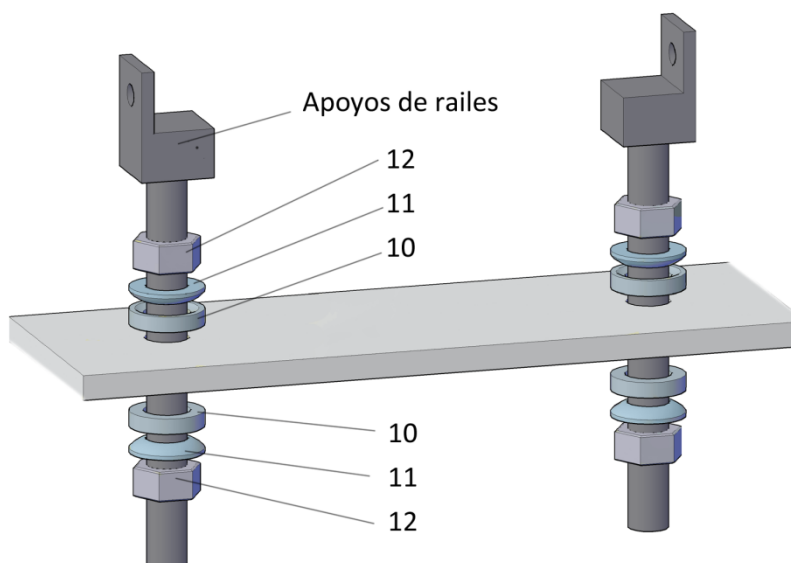

Figura 24. Instalación de las piezas de apoyo de la extensión de raíles.
El soporte es una base metálica soldada en una pieza con unos apoyos para la extensión de raíles que deben ser previamente montadas. Está representado en el plano VLBI-DWG-3426-200-01. Cada pieza de apoyo de la extensión está formada por las piezas (7), (8) y (17). Las piezas han sido suministradas ya montadas. Su instalación en el soporte se ha realizado como indica la Figura 24. Las piezas (10) y (11) permiten cierta inclinación de los apoyos en caso necesario. Para una correcta instalación, deben llevar el orden y la orientación indicados en la figura. La altura de la superficie de apoyo de los raíles con respecto a la superficie del soporte debe ser aproximadamente 56 mm. El ajuste fino se realiza durante el montaje.